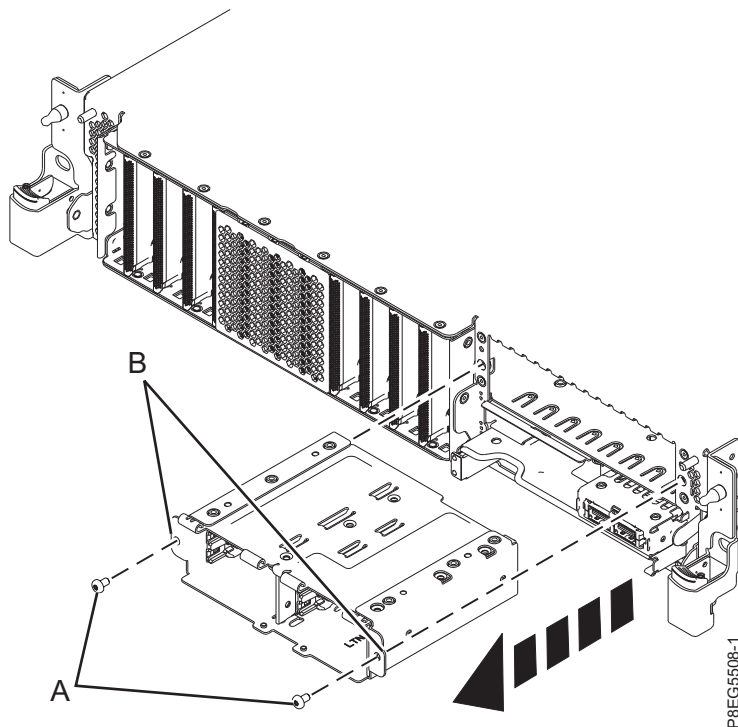

Figura 1. Traieu parcialment el receptacle de l'SSD
11. Si el sistema té la placa posterior de la unitat de disc amb la funció expandida, heu d'extreure parcialment el receptacle de l'SSD. Traieu els cargols (A) del receptacle de l'SSD. Deixeu les SSD totalment inserides al receptacle. Agafeu les vores de muntatge (B) i moveu prou el receptacle de l'SSD per evitar que els pins de la part posterior del receptacle interfereixin en l'extracció de la placa posterior de la unitat de disc. Consulteu Figura 1 a la pàgina 4.